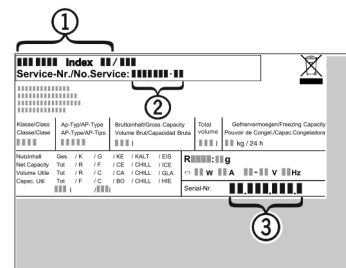

Fig. 3
- ▶ Denominación del aparato Fig. 3 (1), n° del servicio técnico Fig. 3 (2) y n° de serie Fig. 3 (3) en la placa de identificación. La placa de identificación se encuentra en la parte interior izquierda del aparato.
- ▶ Informe al servicio postventa e indique el fallo, la denominación del aparato Fig. 3 (1), el n° del servicio técnico Fig. 3 (2) y el n° de serie Fig. 3 (3).